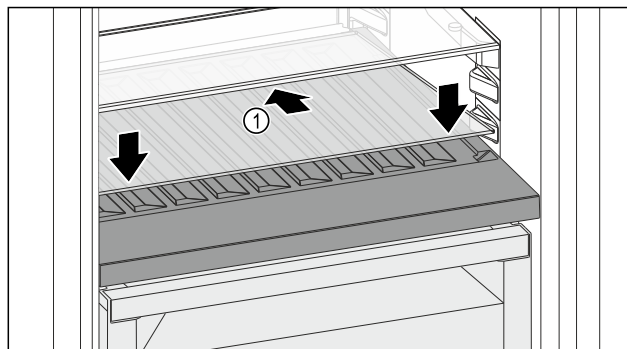

Fig. 104
- Glasplaat Fig. 104 (1) schuin naar achteren en naar beneden plaatsen.
- Glasplaat Fig. 104 (1) aan de voorzijde laten zakken.